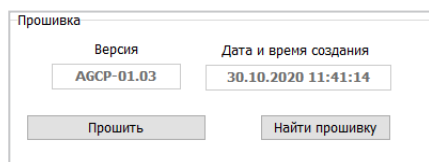

Рис.19. Чтение прошивки и загрузка прошивки в устройство.
- После загрузки файла прошивки вам станет доступной кнопка «Прошить» и появится информация о прошивке: версия, дата и время создания файла (**Рис.19**).